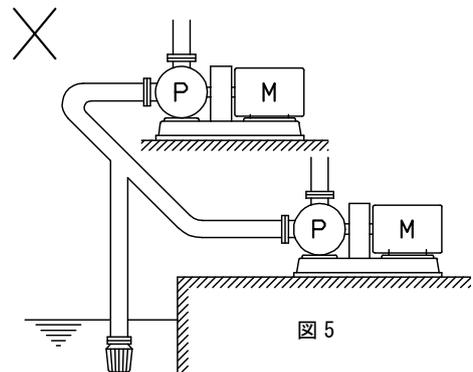

図 5
- 5) 吸込配管を図5のように分岐しないようにしてください。1台運転のとき、停止中のポンプから空気を吸い込み、揚水不能となることがあります。